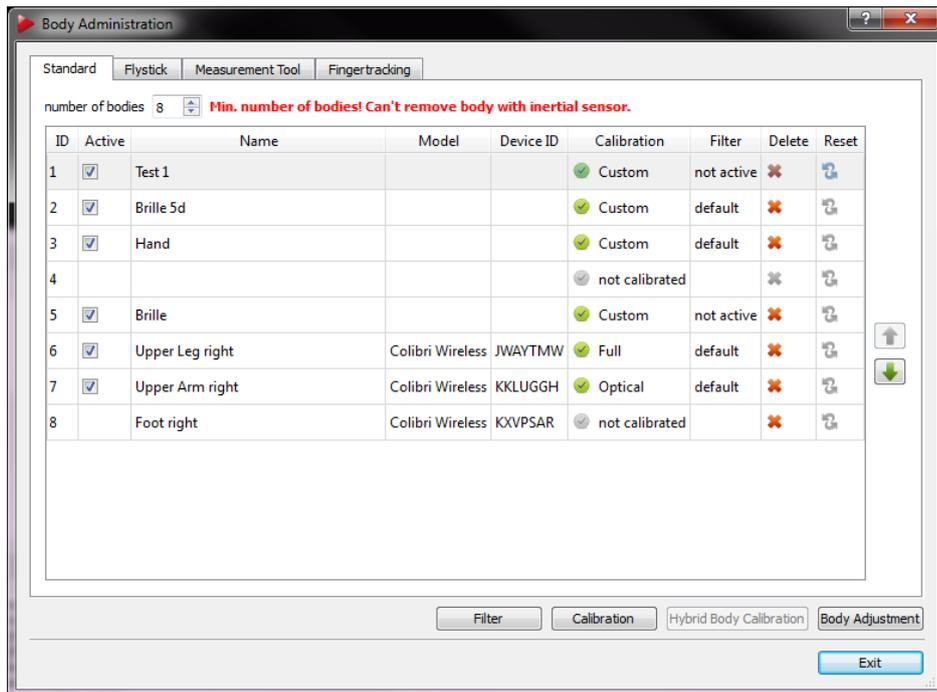

Figure 4.20: 灵活的追踪目标管理(from *DTrack2* v2.9.0)
2. 在测量进行过程中, 可以通过手动的方式来添加屏蔽范围。在 *Monitor 2DOF* 显示中, 右击相应的摄像头窗口激活 '*Edit reflex suppression areas*'。可以通过使用快捷键 ('E') 来开启该模式见 figure 4.20(a) 第47) 页。
在编辑模式下你还可以(参见 figure 4.20(b) 第47) 页)
目标管理 在这里可以管理在系统中所有的目标(例如, 标准目标, *Flystick* 等等。)(参见figure 4.20)。